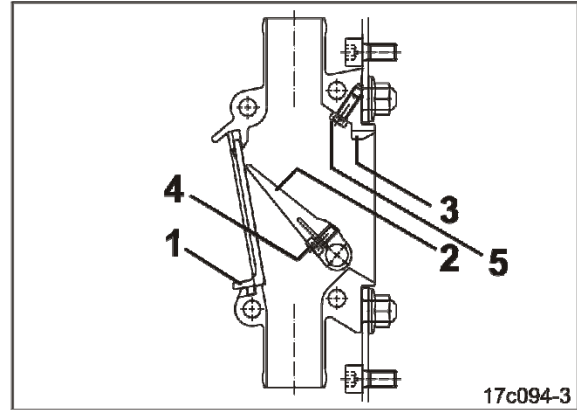

Fig. 240
2. Déplacer la lucarne de montage (Fig. 240/1) vers le haut, puis vers l'avant pour la retirer de la boîte à clapets.
3. Presser le clapet (Fig. 240/2) contre la butée (Fig. 240/3) et serrer fermement contre l'arbre.
Ne pas serrer la vis hexagonale intérieure (Fig. 240/4) trop fortement pour que le clapet ne soit pas soumis à une contrainte mécanique.
4. Visser la vis d'arrêt (Fig. 240/5) sans tension pour que le clapet puisse passer librement la tête de la vis.